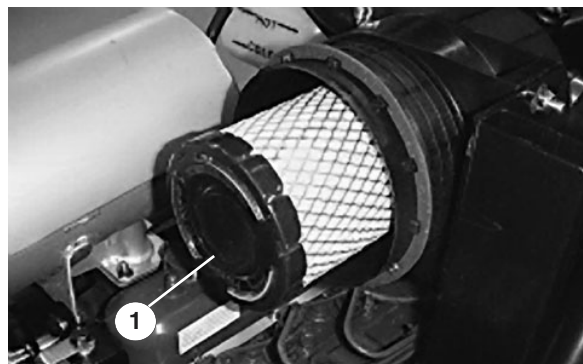

Figure 23
2. Sortez l'élément filtrant (Fig. 23) du corps du filtre avec précaution pour ne pas déloger trop de poussière. Evitez de cogner l'élément contre les parois du filtre.